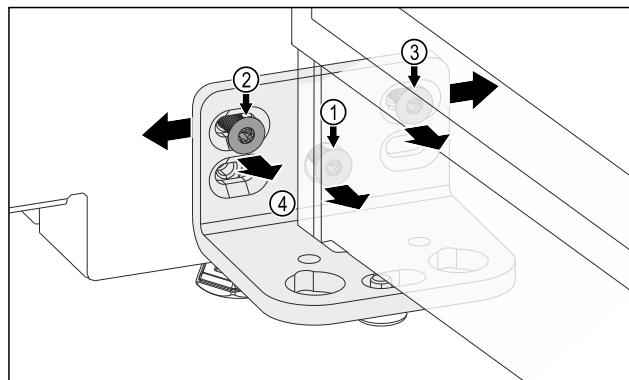

Fig. 12
- ▶ Odstraňte šroub Fig. 12 (1).
- ▶ Povolte šroub Fig. 12 (2) a šroub Fig. 12 (3). Na šrouby Fig. 12 (3) budete potřebovat krátký zahnutý šroubovák.
- ▶ Přesuňte dveře s úhelníkem závěsu Fig. 12 (4) doleva.
- ▶ Přesuňte dveře s úhelníkem závěsu Fig. 12 (4) doprava.
- ▶ Dveře dosáhly koncové polohy: Utáhněte šroub Fig. 12 (2) a šroub Fig. 12 (3).
- ▶ Šroub Fig. 12 (1) již nepotřebujete.